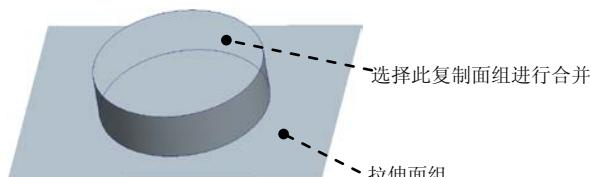

图 18.11 将复制面组与拉伸面组进行合并
(1) 按住 Ctrl 键, 选取 Stage1 创建的复制曲面和 Stage2 创建的拉伸曲面, 如图 18.11 所示。
(2) 单击 **分型面** 功能选项卡 **编辑** ▾ 区域中的 按钮, 系统弹出“合并”操控板。